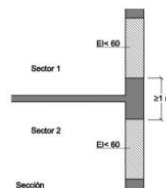
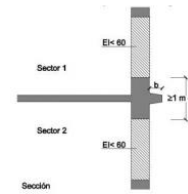

Figura 1.7 Encuentro forjado-fachada
Figura 1.8 Encuentro forjado-fachada con saliente
3. Con el fin de limitar el riesgo de **propagación vertical del incendio por fachada** entre dos sectores de incendio (...), dicha fachada debe ser **al menos EI 60 en una franja de 1 m de altura**, como mínimo, medida sobre el plano de la fachada (véase figura 1.7). En caso de existir elementos salientes aptos para impedir el paso de las llamas, la altura de dicha franja podrá reducirse en la dimensión del citado saliente (véase figura 1.8).